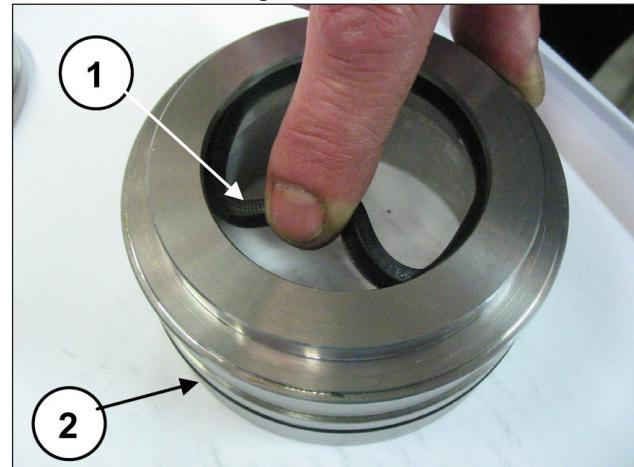

Abb. 196
Setzen Sie die ND-Dichtung mit nach vorn gerichteter Dichtlippe (zum Kopf hin) in den KC-Dichtungshalter (Pos. ①, Abb. 196) und den O-Ring (Pos. ②, Abb. 196) ein.